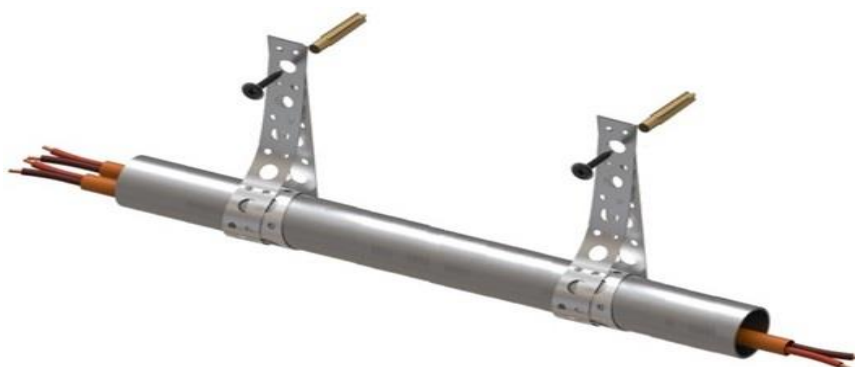

Рис. 3.6.1 Крепление трубы при помощи ленты перфорированной
Пример использования ленты перфорированной представлен на рис.3.6.1.
2. В обхват конструкций с использованием **ленты перфорированной** (рис. 3.6.1) и комплекта соединительного бх10 (винт М6 + гайка М6 со стопорным бортиком);